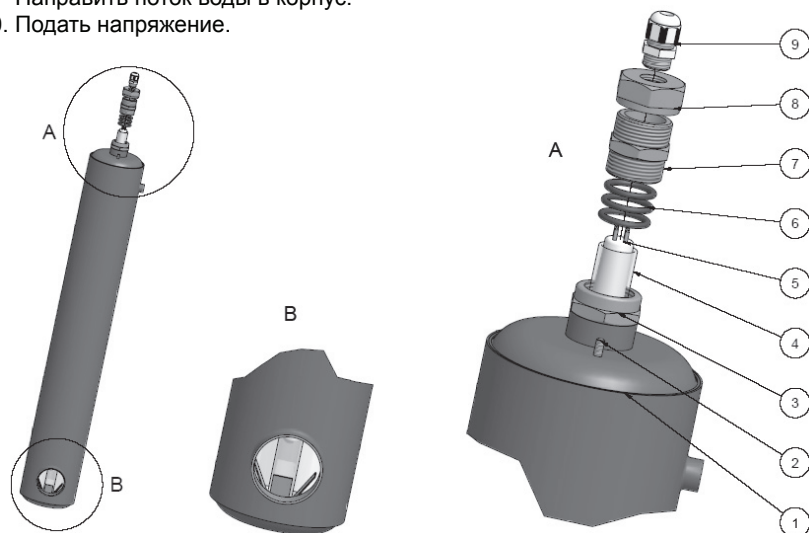

Рисунок 1. Сборка ультрафиолетовой лампы
2. Рисунок 1. Данную операцию производить в перчатках.
См. Рисунок 1.